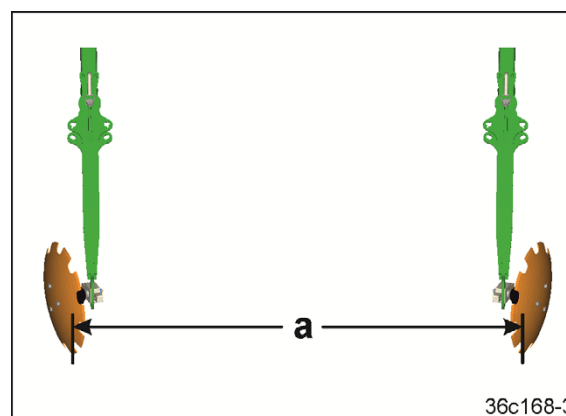

Fig. 208
1. Finn frem til traktorsporbredden (Fig. 208/a) til pleietraktoren og fest sporskivene med bolter iht. tabellen (Fig. 110).